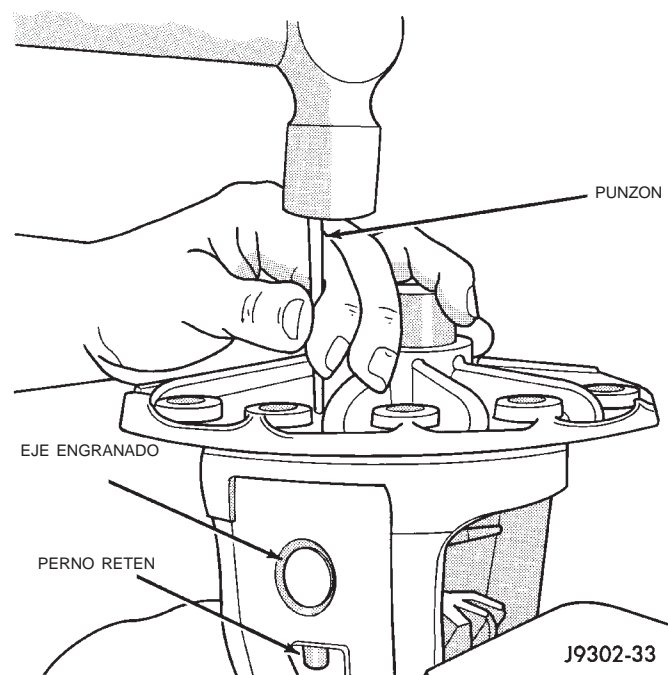
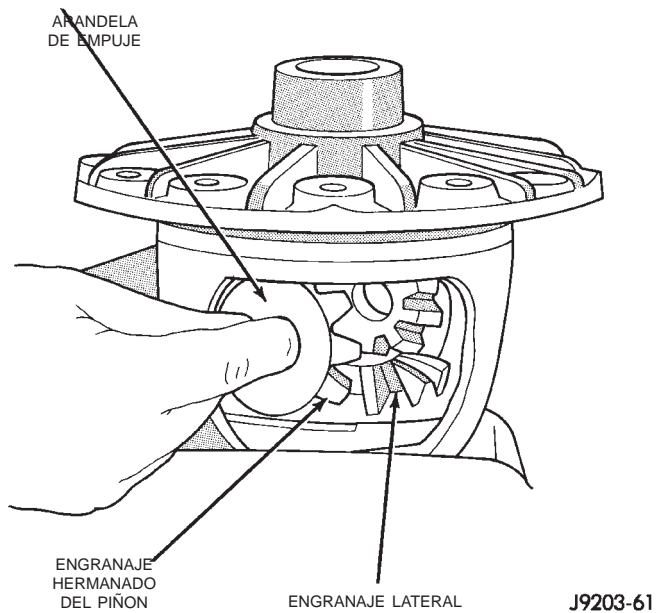

Fig. 50 Desmontaje del pasador de rodillo del eje engranado
Fig. 51 Desmontaje de los engranajes hermanados del piñón
- (1) Retire la corona.
- (2) Con un punzón para pasador de rodillo adecuado, extraiga el pasador de rodillo que sostiene el eje engranado del piñón en la caja del diferencial (Fig. 50).
- (3) Retire el eje engranado del piñón satélite de la caja del diferencial y del engranaje hermano del piñón.
- (4) Gire los engranajes laterales del diferencial y retire los engranajes hermanos del piñón y las arandelas de empuje (Fig. 51).
- (5) Retire los engranajes laterales y las arandelas de empuje del diferencial.